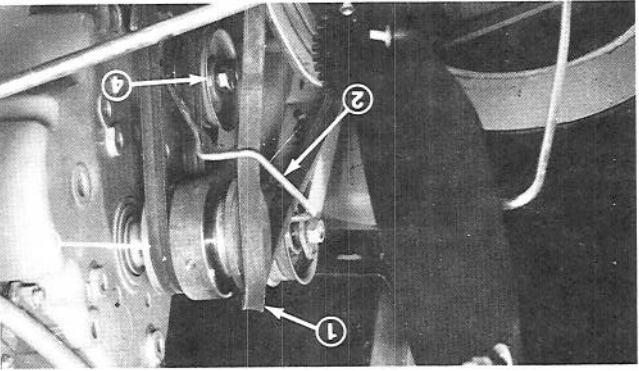

Figure 38
8. Débranchez le câble à haute tension de la bougie et enlevez la garde de la courroie. Desserrez la vis à tête et l'écrou de fixation de la poulie de renvoi et glissez la poulie un peu plus contre la courroie (Fig. 38). Ne poussez la poulie que suffisamment pour éliminer le jeu dans la courroie, afin que la courroie ne se trouve pas ensuite trop tendue.
4. Enlevez la ou les courroie(s) défectueuse(s), puis installez la ou les nouvelles courroie(s). Assurez-vous que la courroie de tarière est installée à l'intérieur du guide-courroie (Fig. 38). La courroie de commande de traction doit être installée contre le côté intérieur de la poulie de renvoi (Fig. 38).